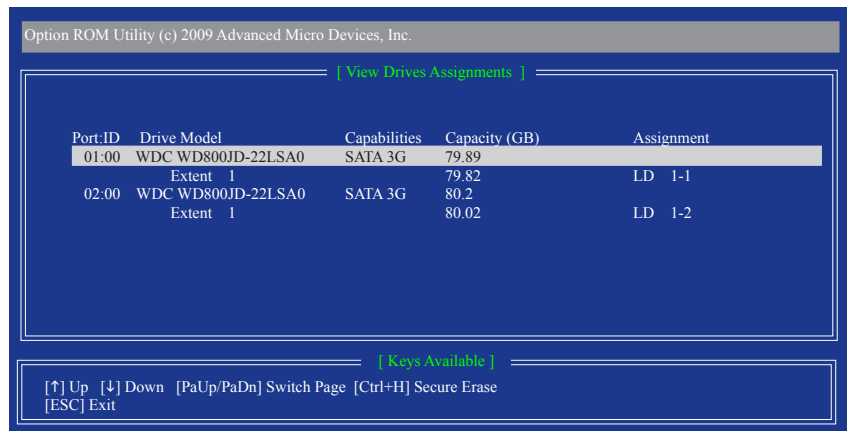

図 9
- View LD Definition Menu** が表示され (図9を参照)、このアレイに割り当てられたドライブを示します。中断するアレイまたは保管キーを削除する場合、<Ctrl>+<Y> を押します。